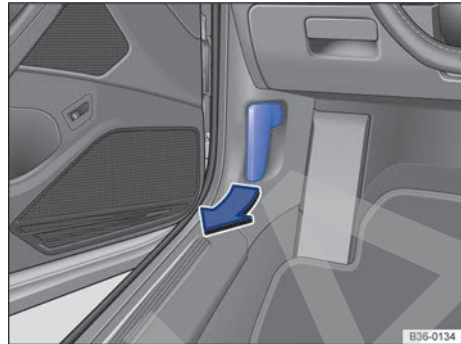

Fig. 249 En la zona reposapiés del lado del conductor: palanca de desbloqueo del capó del motor.
- Abra la puerta del conductor y tire de la palanca de desbloqueo en el sentido de la flecha → fig. 249. El capó del motor se desengancha del bloqueo de la chapa portacierre por la fuerza de un muelle → ▲.